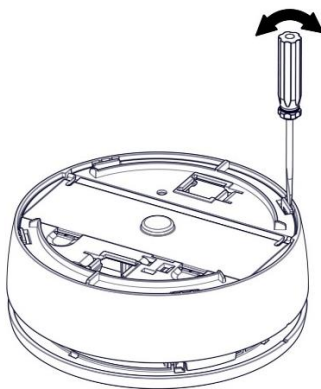

Figura 14
3. Usando uma chave de fenda, pressione as 4 abas e remova o invólucro do detetor (*ver Figura 14*).